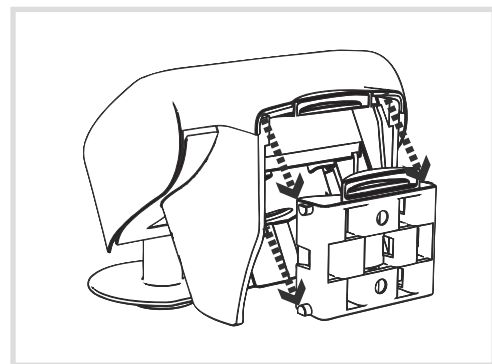

Figura 8: installazione sul supporto
- Spingere la stazione meteorologica da sopra nel supporto montato. Le protuberanze presenti sul supporto devono innestarsi a scatto nelle guide presenti nella parte inferiore della scatola (figura 8).